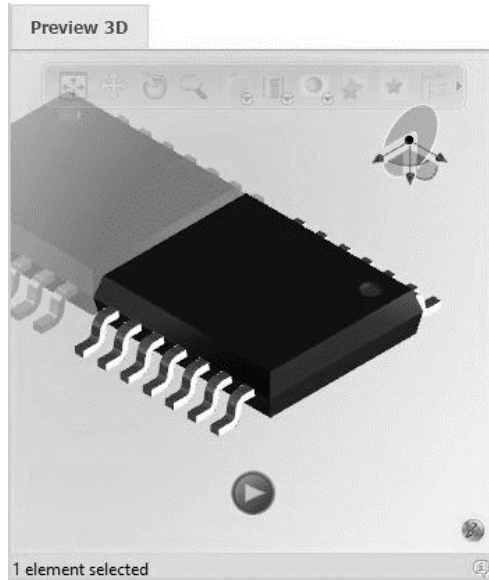
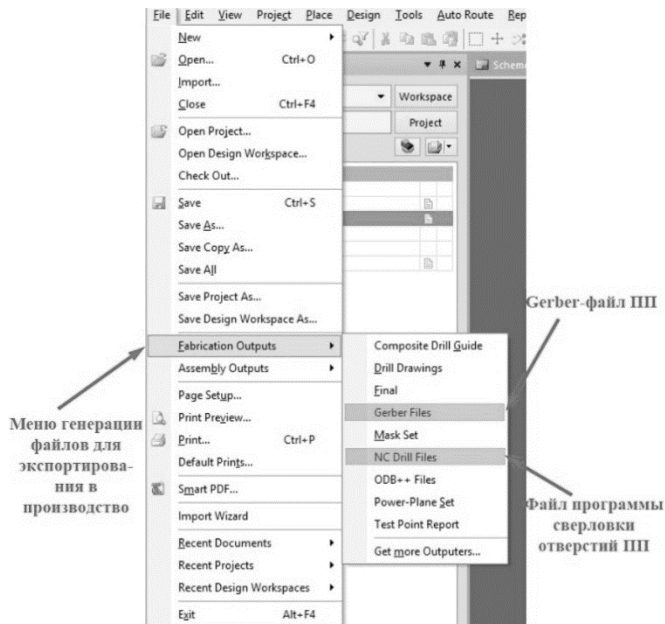

Рис. 3.80. 3D модель ИМС (IP блок), представленная компанией 3D Continental Center
Рис. 3.81. Меню подготовки продукции к производству
- выбрать опцию 3D Body Placement (рис. 3.80);
Из рис. 3.80 видно, что редактор 3D моделей содержит большое разнообразие опций перемещения объектов. Анализ процесса импортирования 3D модели формата STEP только часть того, что возможно использовать при проектировании реалистичной модели устройства. В последнее время, благодаря большому спросу на пространственные модели они стали представляться на рынке в виде законченных IP блоков (рис. 3.81), готовых к дальнейшему использованию в комплексных проектах.
Многие пользователи пользуются библиотеками созданных 3D компонентов, которые можно скачать из различных источников. Использование готовых библиотек значительно ускоряет и упрощает процесс проектирования устройства. На рис. 3.81 представлена 3D модель микросхемы с корпусом TSSOP-14. Данная модуль получена с сайта организации 3DContinentalCenter (<http://www.3dcontentcentral.com/>), в котором содержится база данных изометрических корпусов устройств, электрических компонентов, разъемов и прочих деталей, созданных пользователями по всему миру. Данные модели можно скачать в интересующем пользователя формате. Среда AltiumDesigner поддерживает Step-формат объемных деталей.